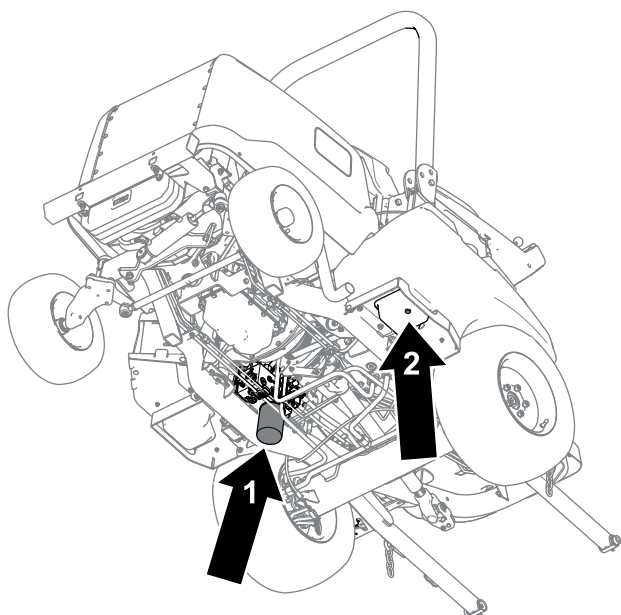

Figura 85
4. Deconectai bușonul de golire (Figura 85) din partea de jos a rezervorului și lăsați uleiul hidraulic să curgă în tavă.
6. Amplasai o tavă de scurgere sub filtru (Figura 85), îndepărtai filtrul și lăsați să se scurgă în tavă uleiul rămas.